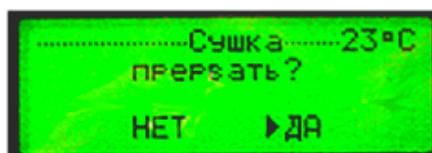

Рисунок 13. Внешний вид экрана прекращения сушки.
2.5.11 Для преждевременного прекращения сушки нажать кнопку «ESC» («ОТМЕНА») и дать утвердительный ответ на запрос «ДА» установив курсор "►" напротив «ДА» и нажать «ОК» («ПРИНЯТЬ») (рис.13) .
2.6.2.5 Выберите требуемую ячейку 3 рис.13. и выполните измерения контрольным прибором в режиме внешнего измерения («**внешн**») и прибором «Тангенс 3м3» в режиме внутренних измерений («**внутр**»).